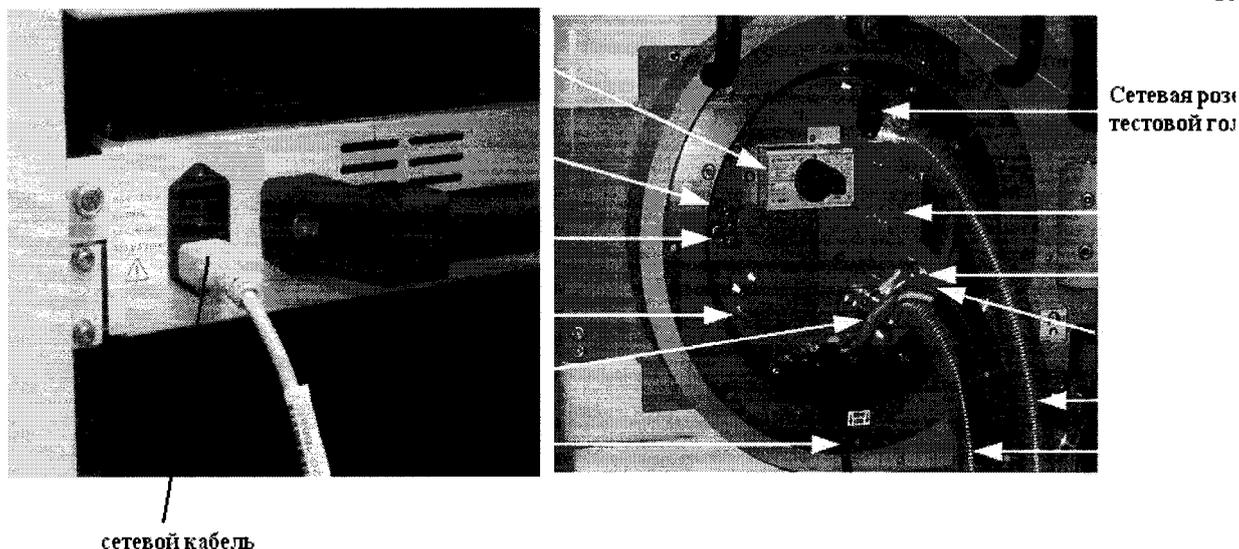

Рисунок 20 - Розетка для сетевого кабеля в калибровочном работе
7.5.4.8 Подсоединить сетевой кабель к розетке на калибровочном роботе с одной стороны и сетевой розетке в тестовой головке с другой (рисунок 20).